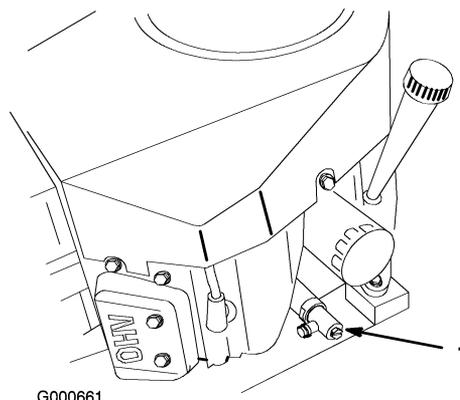

Figure 32
3. Placez un bac de vidange sous l'orifice de vidange. Ouvrez le robinet de vidange avec un tournevis à lame plate, une clé de 10 mm ou 3/8 pouce (Figure 32).
4. Tournez le robinet dans le sens anti-horaire pour l'ouvrir (Figure 32).
5. Quand toute l'huile s'est écoulée, refermez le robinet de vidange en le tournant dans le sens horaire (Figure 32).